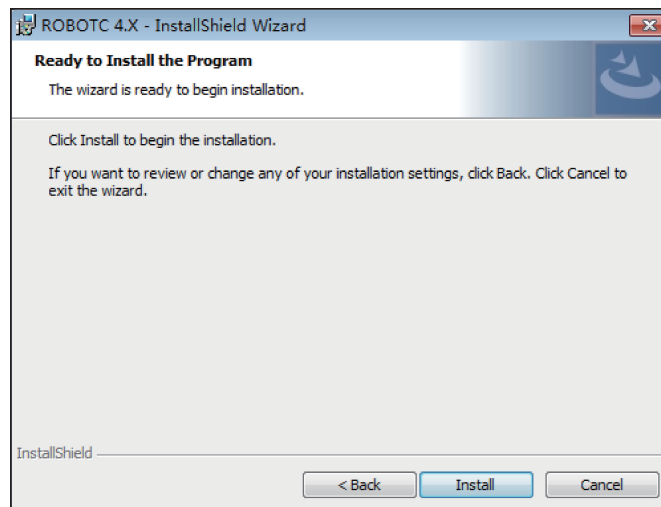

图 1-6
(6) 单击 Install 按钮进行安装，如图 1-6 所示。